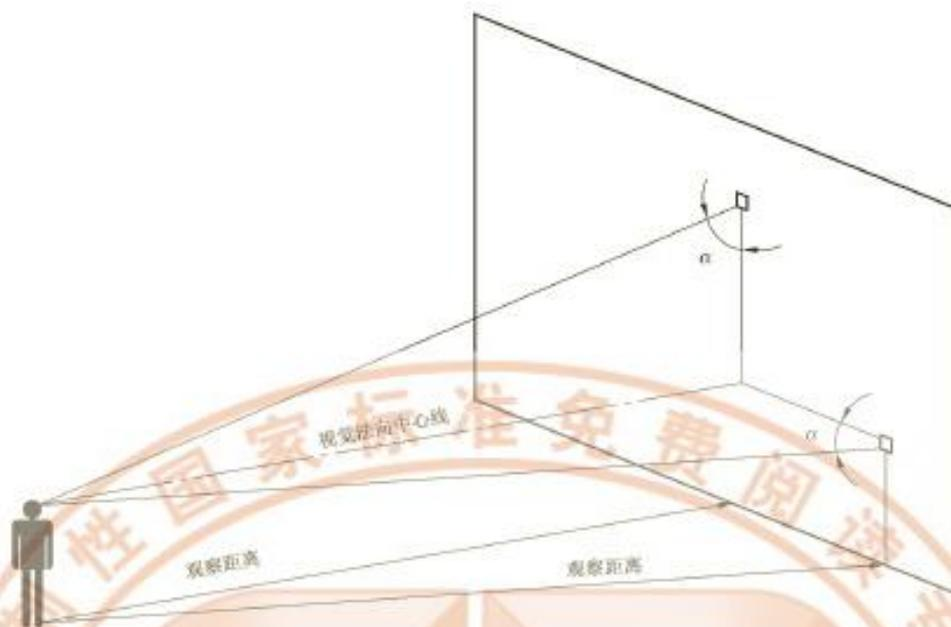

图 8 标志牌平面与视线夹角  $\alpha$  不低于  $75^\circ$
9.3 标志牌的平面与视线夹角应接近 90°，观察者位于最大观察距离时，最小夹角不低于 75°，如图 8。